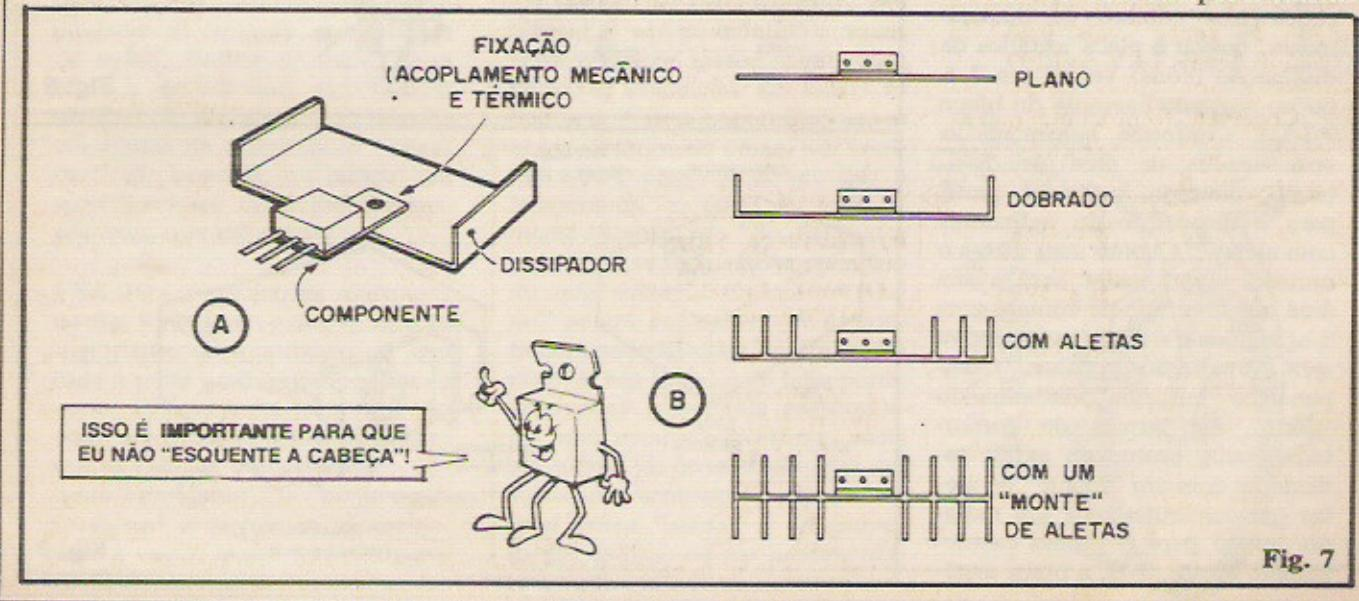

Fig. 7
- FIG. 7-A - Um dissipador externo
- FIG. 7-B - O que realmente determina a eficiência de um dissipador é a sua área de "contato" com o ambiente... Assim, quanto mais "superfície" ele tiver, melhor! Embora em muitos casos, nas aplicações mais simples, uma simples chapa metálica possa ser acoplada ao componente, quando nos deparamos com grandes necessidades de dissipação, esbarramos no obstáculo do enorme espaço físico necessário à própria acomodação do radiador... Um truque simples para economizar centímetros cúbicos é, simplesmente, dobrar a placa metálica de dissipação (como vemos em 7-A ou no segundo exemplo do bloco 7-B...). Conforme aumentam as necessidades de área de dissipação, contudo, podemos partir para a disposição de radiadores com aletas... Quanto mais aletas o radiador tiver, maior será a sua área ou superfície de contato com o ar ambiente e assim mais efetiva será a irradiação do calor... Componentes "pesados", trabalhando "forte" em termos de corrente/potência, costumam exigir radiadores com um "monte" de aletas (se construíssemos um radiador plano para o último caso/exemplo da fig. 7-B, a placa metá-